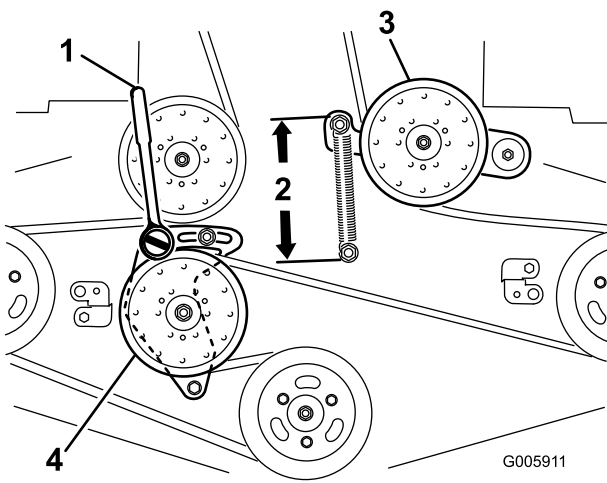

Bild 89
6. Lösen Sie den starren Spannarm und stellen Sie ihn ein, um die Riemen Spannung zu lösen (Bild 89).
9. Setzen Sie eine Ratsche mit einem kurzen Griff oder ein Stemmeisen in das rechteckige Loch im fixierten Spannarm ein (Bild 89).
11. Drehen Sie zum Erhöhen der Riemen Spannung die Ratsche oder das Stemmeisen nach links, um den starren Spannarm zu bewegen, bis Sie einen Abstand von 16,5 cm zwischen den Federhaken erhalten (Bild 89).